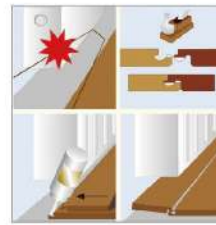

Рисунок 19
20. Иногда в укладке ламината возникает ситуация невозможности установки панели из-за помехи. В этом случае необходимо спилить часть замка и закрепить панель при помощи клея для ламината (см. рис. 19).